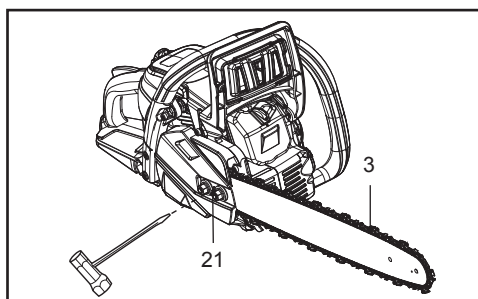

Fig. 8
2. Învârte șurubul de tensionare a lanțului (21) până când lanțul fierăstrăului (3) este strâns în jurul lamei de ghidare (2) (Fig. 8).